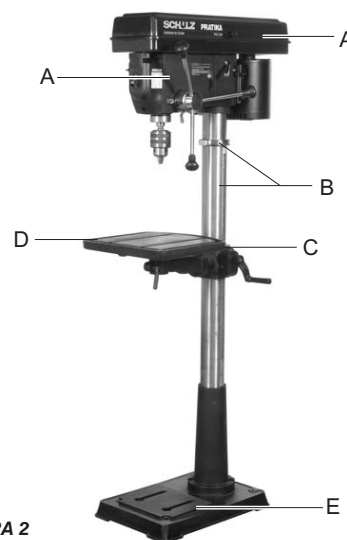

FIGURA 2
1. Separe todas as peças embaladas, e compare cada um dos itens com a ilustração e a lista de peças soltas (Figura 2 - Principais Componentes e Figura 3 - Peças Soltas). Antes de desfazer-se de qualquer material da embalagem, certifique-se de que todos os itens foram localizados.
2. Principais Componentes (Figura 2)